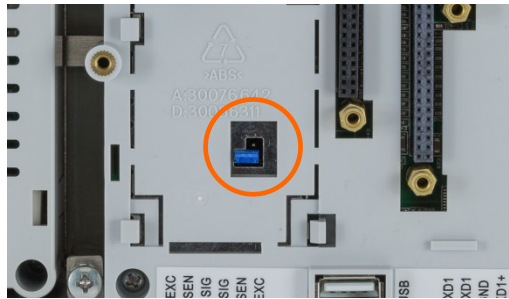
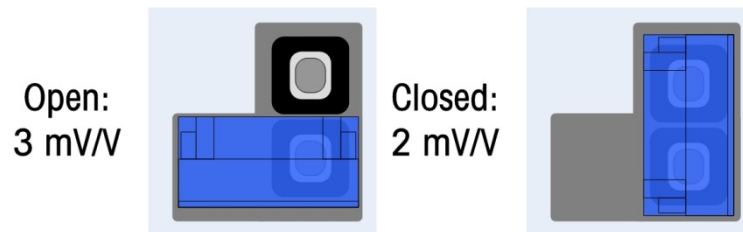

Figura 2-61: Posizione del ponticello Millivolt W1, PCB principale
Figura 2-62: Posizioni del ponticello millivolt W1
La versione IDNet della scheda principale IND570 non dispone di ponticelli. Sulla scheda principale della bilancia analogica IND570 (W1) c'è un ponticello. Questo ponticello seleziona il funzionamento di 2 mV/V o 3 mV/V del sistema di circuiti analogico. La posizione predefinita di fabbrica è 3 mV/V. Fare riferimento alla Figura 2-61 per la posizione del ponticello e alla Figura 2-62 per le sue impostazioni.
- Quando si rimuove il ponticello W1 per il funzionamento a 3 mV/V, riposizionarlo su uno dei pin, come illustrato in Figura 2-61 e a sinistra in Figura 2-62. Se il ponticello non è posizionato correttamente, il coperchio di plastica sulla scheda principale non si adatta in maniera corretta. In tal caso, non forzare il coperchio di plastica. Rimuovere il coperchio e posizionare il ponticello come illustrato.